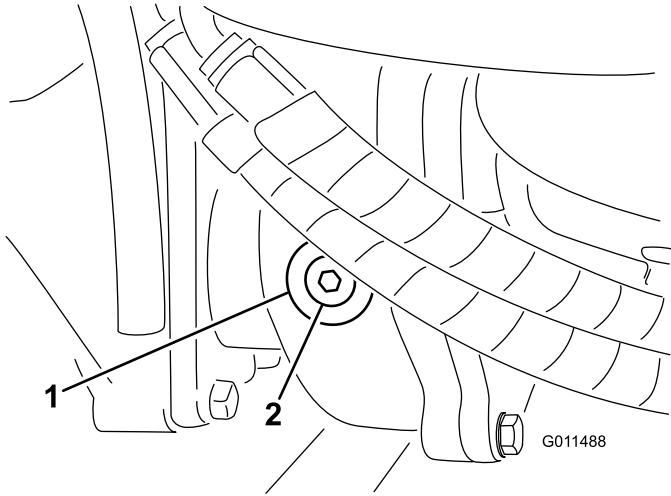

Bild 71
2. Entfernen Sie die Prüf-/Füllschraube an der linken Getriebeseite (**Bild 71**) und stellen sicher, dass der Schmierstoff die Unterseite des Lochs erreicht. Füllen Sie bei einem niedrigen Stand genug Schmiermittel auf, um den Stand bis an die Unterseite des Lochs anzuheben.